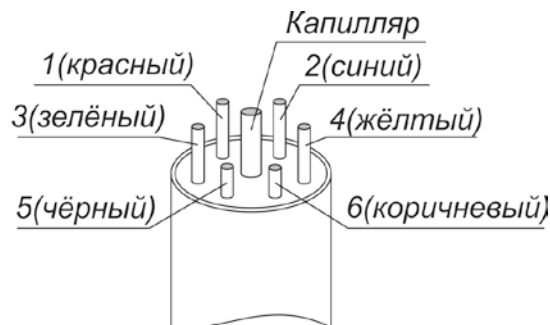

Рис. 3. Соответствие номеров контактов цветам электрических проводников
11.7. Подсоединение проводов линии связи к клеммам монтажной коробки или к погружному кабелю следует производить в соответствии со схемой электрических соединений (см. приложение Б) с соблюдением правил раздела 12. Соответствие номеров контактов цветам проводников приведено на рис. 3.